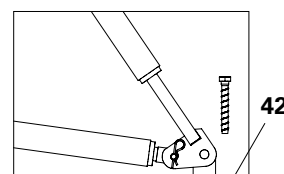

Fig. A7.03b
2. Fissare la piastra base (42), es. con vite di ancoraggio PERI Multi Monti. (Fig. A7.03b)